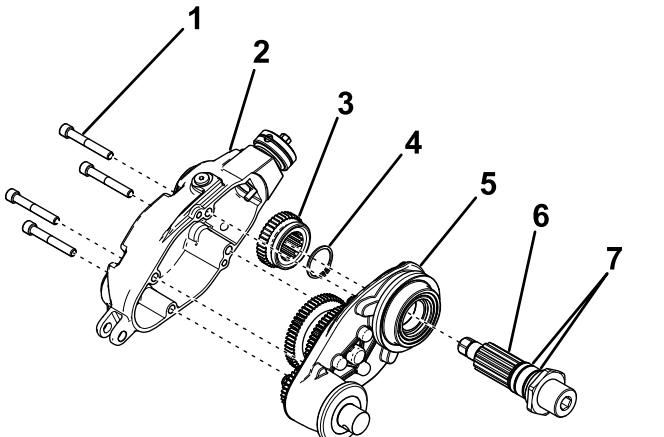

图4
6. 卸下固定疏草刀驱动盖的4个螺栓图4。
7. 拆下驱动盖将驱动齿轮滑离驱动轴图4。
8. 取下卡环然后将驱动轴总成从疏草刀壳体中推出图4。
9. 取下并丢弃驱动轴总成上的O形圈图4。